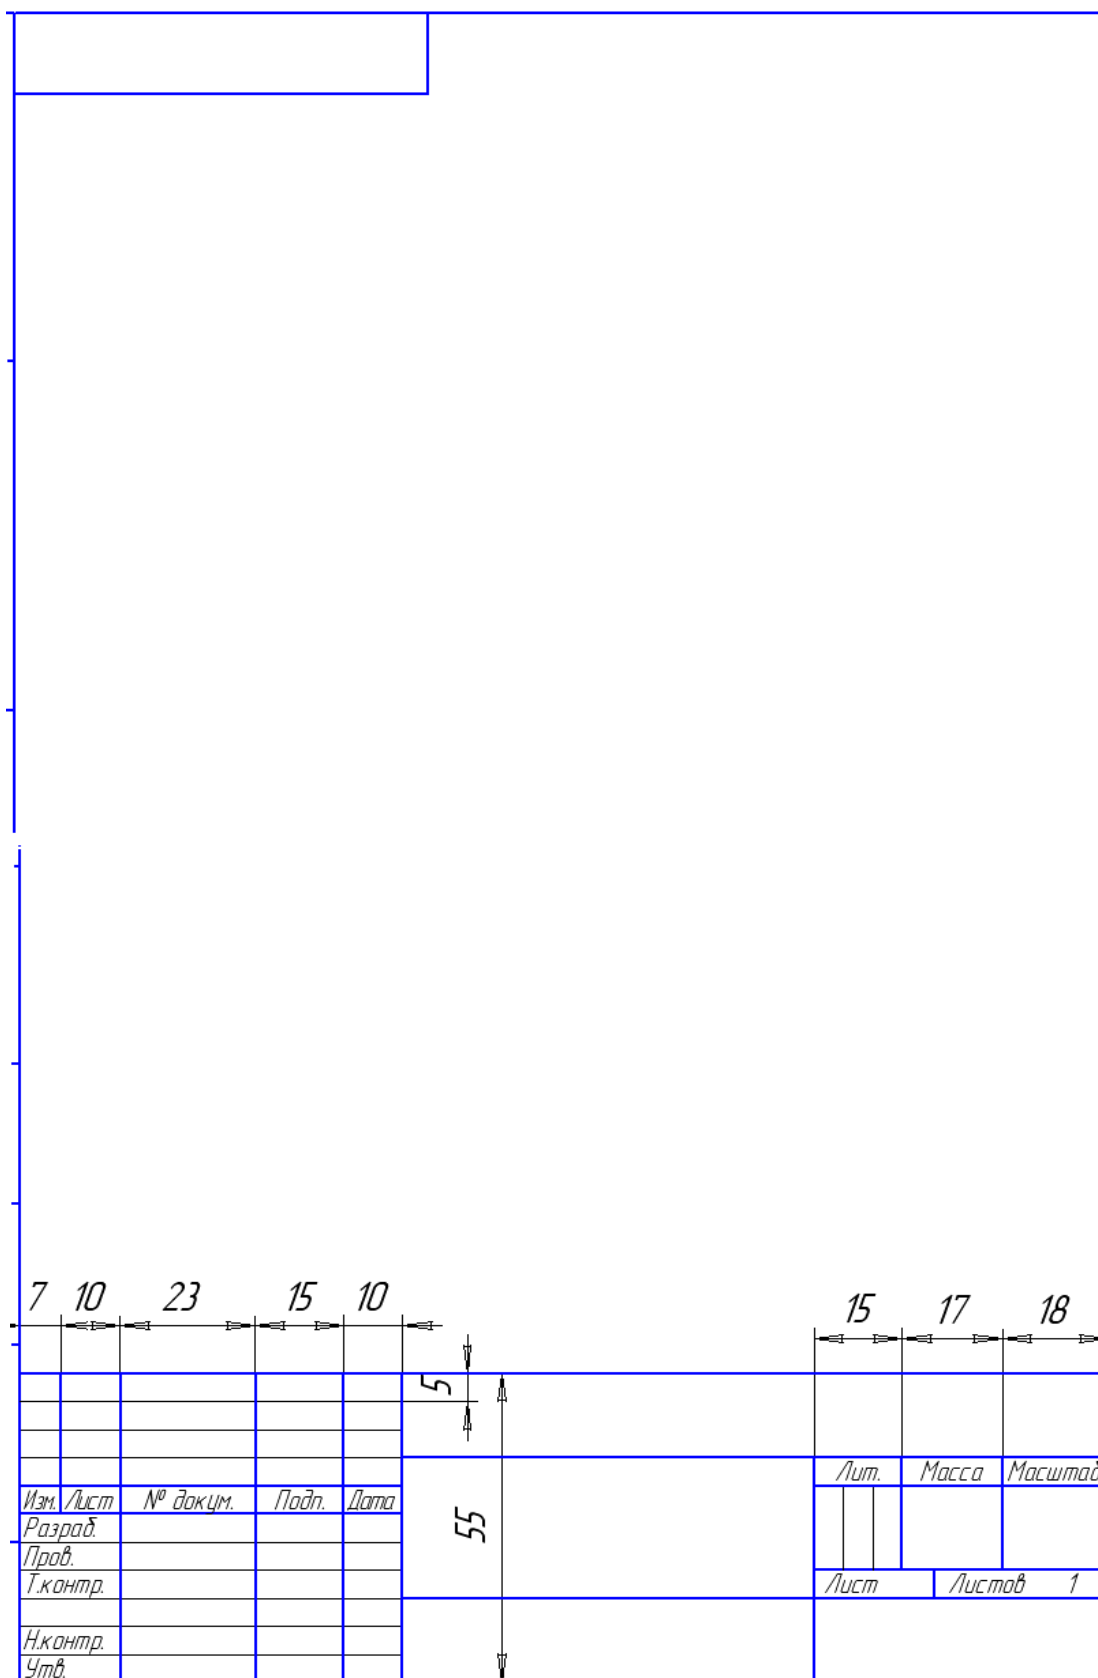

Рис.2
2. Создать шаблон чертежа (рис.2)
6. Выполнить новый шаблон чертежа (см.рис.2)
Удалить рамку и основную надпись. Выполнить рамку и основную надпись согласно рис. 2